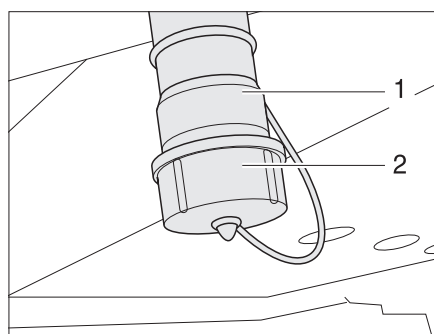

Fig. 239 Bec d'écoulement d'eau et bec d'écoulement des eaux usées
- Dévisser et retirer le cache (Fig. 239,2) du bec d'écoulement d'eau (Fig. 239,1) en tournant d'un quart de tour dans le sens des aiguilles d'une montre.
- Monter un tuyau d'écoulement adéquat sur le bec d'écoulement d'eau (Fig. 239,1) ou poser un récipient approprié sous le bec d'écoulement d'eau.